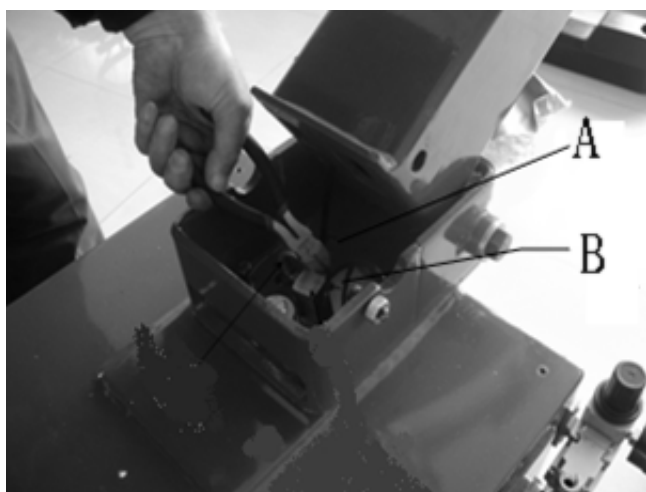

図 4-5
4.2.8 柱を後ろに傾け、固定ロッド(図 4-5 A)の留め具を切りシリンダピストンロッドを押し出します。(図 4-5 B)